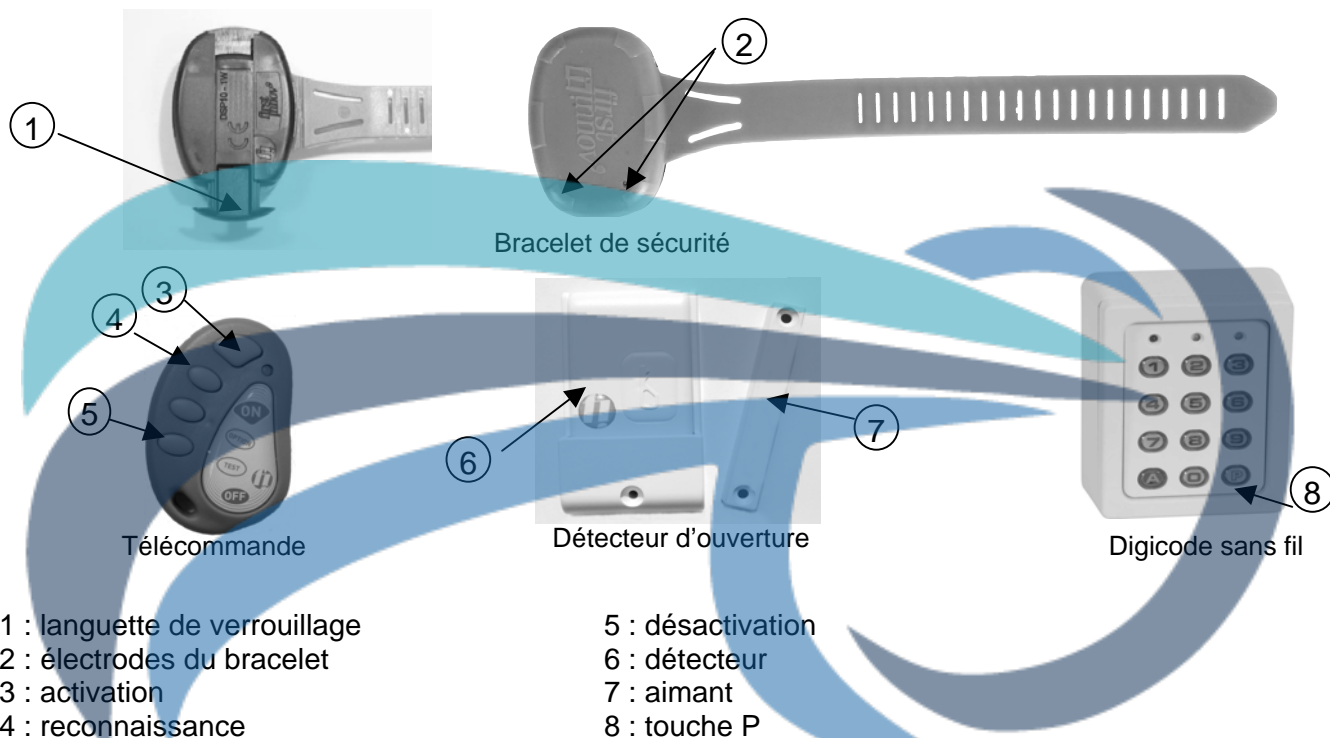

Figure 16 : accessoires Primaprotect
- Télécommande : appuyer sur le bouton 4 (voir figure 16).
- Clavier : appuyer simplement sur la touche « P » (voir figure 16).
Le système d'alarme peut être activé à tout moment en appuyant sur le bouton 3 (voir figure 16) de la télécommande.